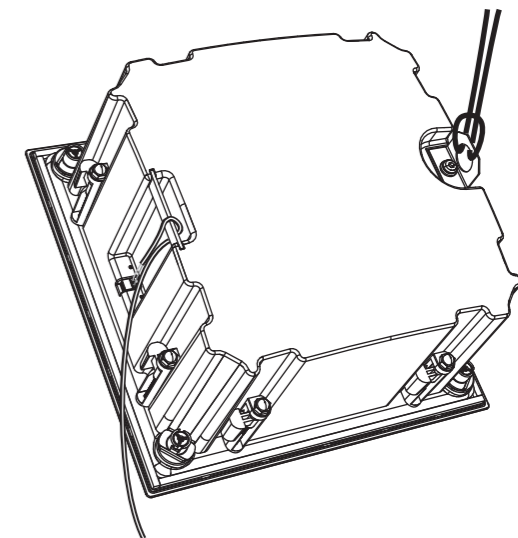

Fig. 16. Connecting the secondary safety to the back can
1. Avec la boîte arrière correctement câblée comme illustré ci-dessus, connectez un câble de sécurité secondaire à la boucle de montage métallique à l'arrière de la boîte arrière. L'autre extrémité du câble de sécurité secondaire doit être fixée à un point de fixation solide approprié dans le plafond (Fig.16).